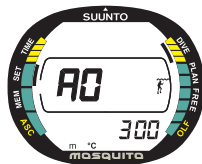

Fig. 4.14. Réglage du secteur d'altitude.
4. Quand le secteur d'altitude est sélectionné (clignotant), appuyez sur + ou – pour le changer (Fig. 4.14.).